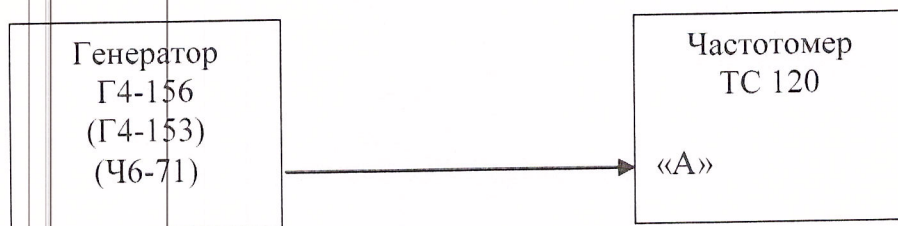

Рис.2.
8.3.1.6 Собрать схему согласно рис. 2.